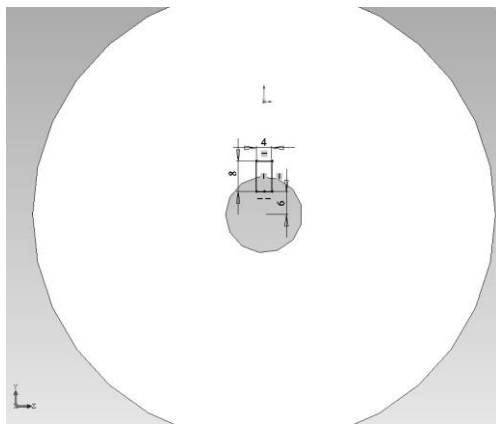

Рисунок 7.5 - Ескіз шпонкового паза
- обрати одну з плоских поверхонь колеса та увійти в ескіз; побудувати ескіз паза, (рис. 7.5);